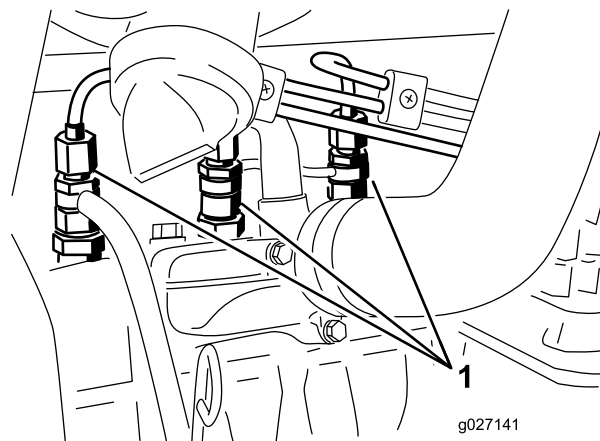

Figura 56
1. Liberte a tubagem que se encontra ligada ao injetor nº 1 e à estrutura de suporte da bomba de injeção (Figura 56).